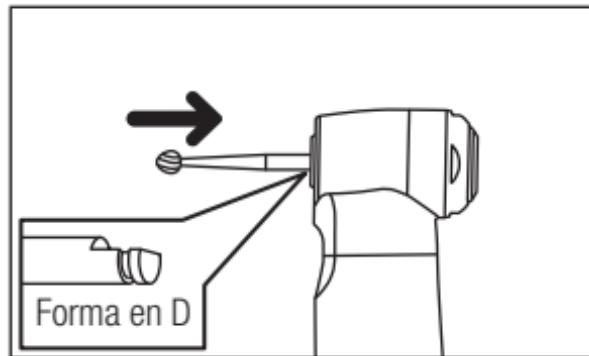

Fig. 1
- 2) Presione la fresa más hacia adentro hasta que haga clic en el lugar. (Fig.1)